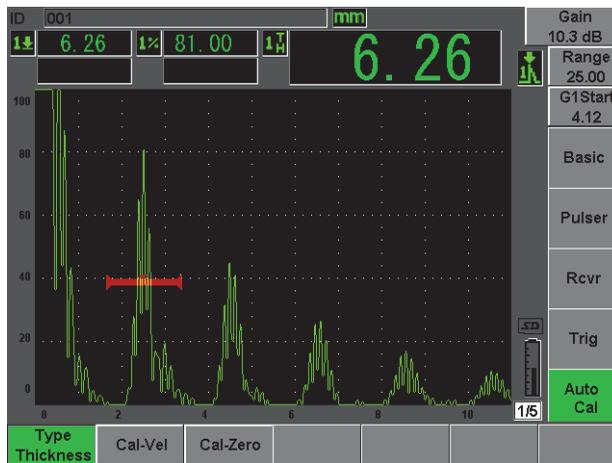

Figura 2-13 Menú Auto Cal
4. Seleccione el menú **Auto Cal** (véase la Figura 2-13 en la página 44).